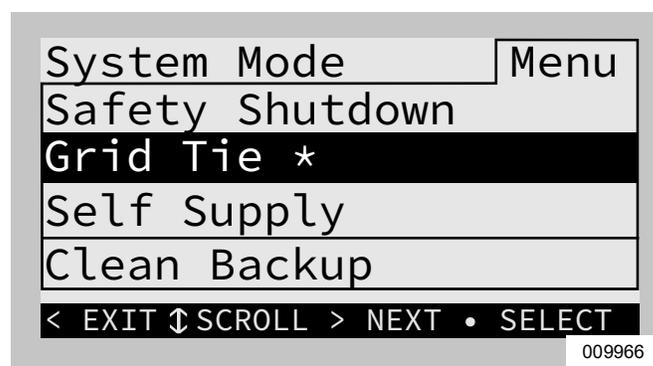

Figura 3-4. Selección de modos de sistema (2 de 5)
2. Consulte la Figura 3-4. Se mostrará una lista de modos de sistema con el modo actual marcado con un asterisco.
NOTA: Es posible que la lista de modos no incluya todos los que se muestran en la Figura 3-4.